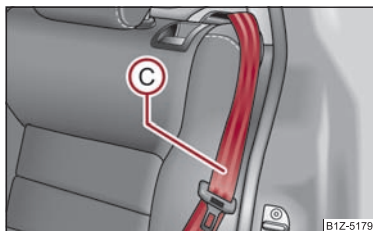

Fig. 51 Bloccaggio dello schienale
- Posizionare la cintura di sicurezza posteriore laterale (C) dietro al bordo del rivestimento laterale ⇒ fig. 51.